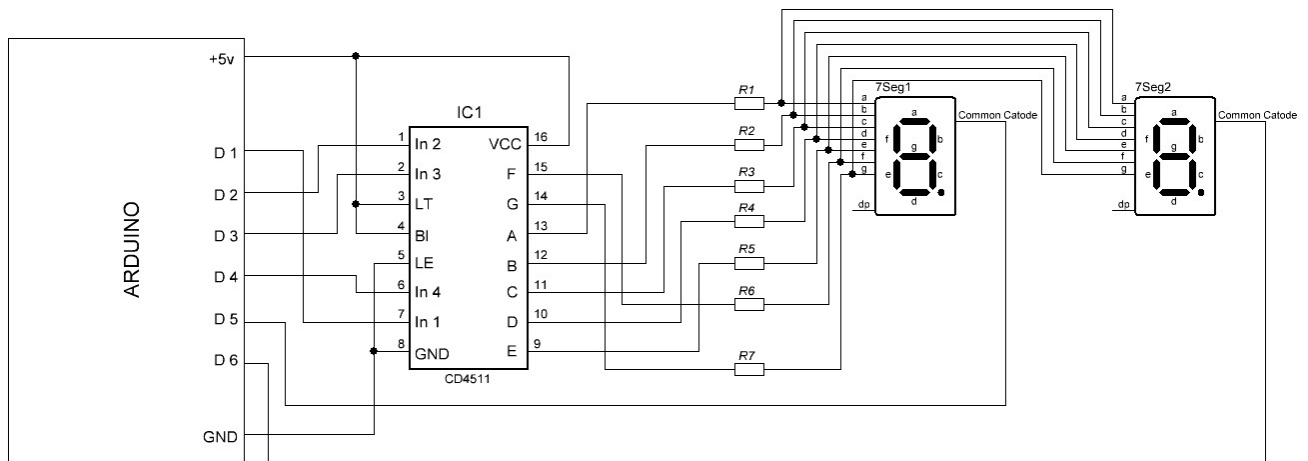

Рисунок 3 – Схема лабораторної установки
- 3.5 Складіть схему зображену на рис.3.